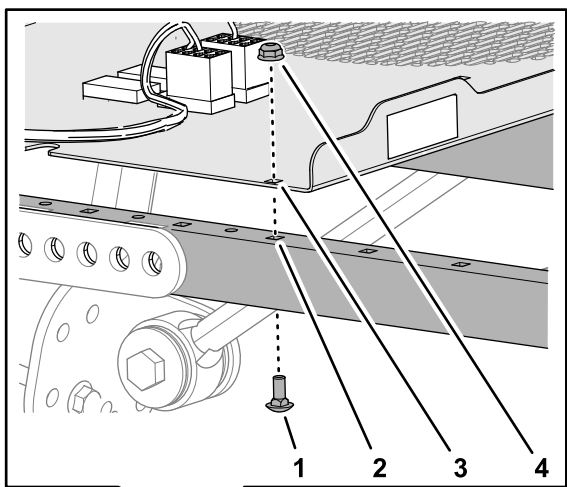

図 6
1. 図 6に示すように、スイッチパネルの四角い穴を、サンシェードのサイドフレームのチャネル部材の四角い穴に合わせる。
2. スwitchパネルをサイドフレームのチャンネル部材に組み付ける図 6 キャリッジボルト 4 本とナット 4 個を使用する。